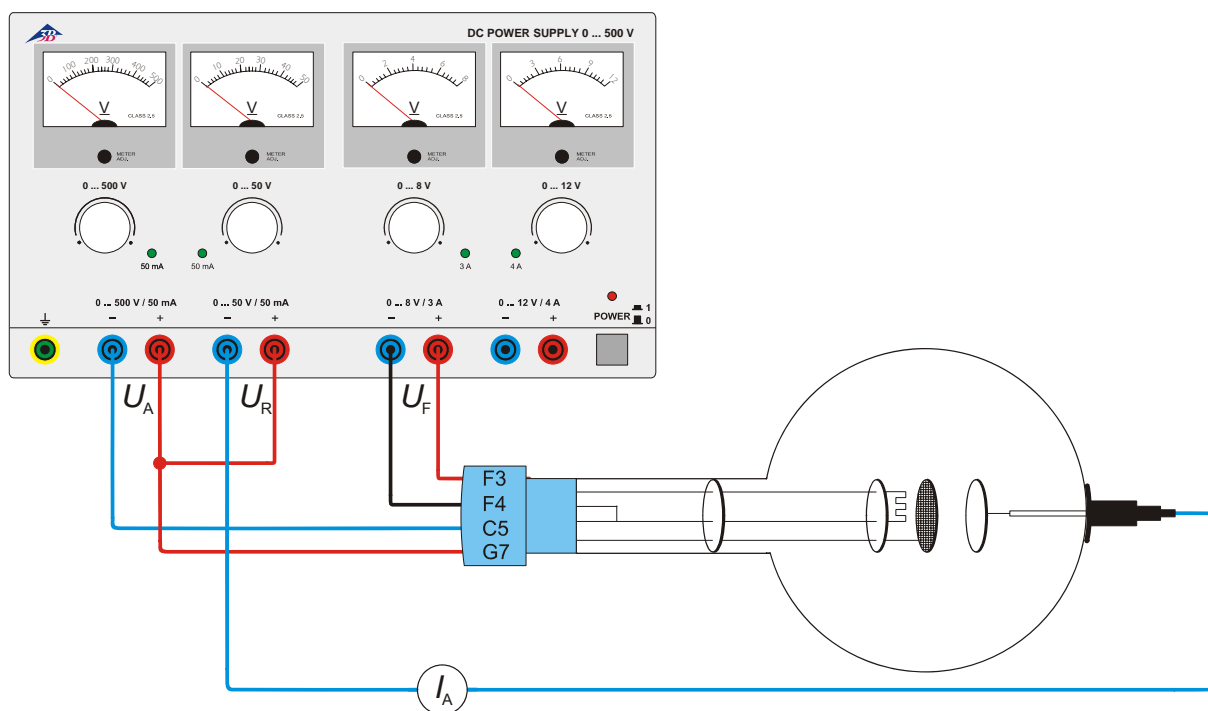

Fig. 4 Arranjo de Franck-Hertz
- Produzir a comutação segundo fig. 4.